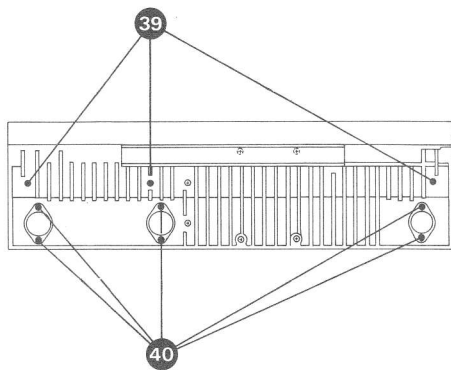

Fig. 3.17.-1
- Pro Print 1 Schraube (39) lösen (Fig. 3.17. — 1).
- Remove 1 screw (39) (fig. 3.17. — 1) from heat sink for each circuit board.
- Dévisser une vis par print (39) (Fig. 3.17. — 1)
- Leistungstristor lösen 2 Schrauben (40) (Fig. 3.17. — 1) und aus der Halterung herausziehen.
- Undo 2 transistor mounting screws (40) (fig. 3.17. — 1) and pull transistor from its socket.
- Dégager les 2 transistors de puissance (2 vis (40) (Fig. 3.17. — 1) de leur socle.